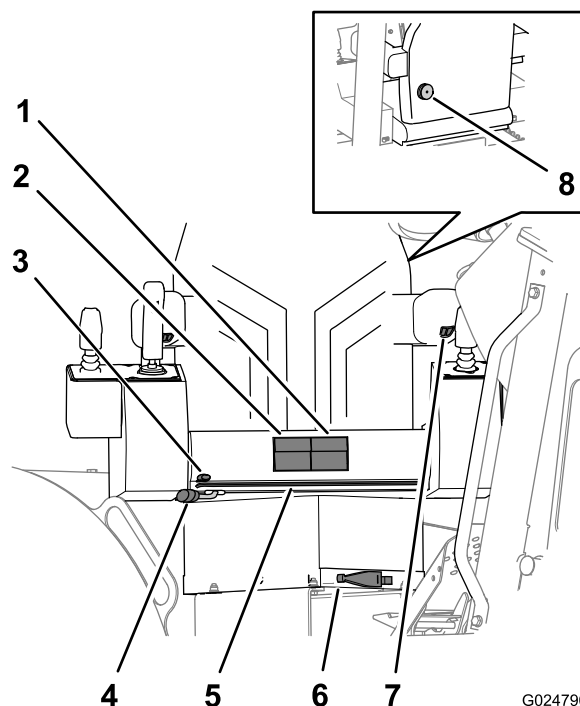

Figure 17
- **Boutons de réglage de hauteur du siège** – pour monter ou descendre l'assise du siège (Figure 17).
- **Boutons de coulissement du siège** – pour faire coulisser l'assise du siège en avant ou en arrière (Figure 17).
- **Levier de coulissement du cadre du siège** – Utilisez ce levier pour avancer ou reculer le siège et son cadre (Figure 17).
- **Levier de réglage d'assise du siège** – Utilisez ce levier pour avancer ou reculer l'assise du siège sur le cadre du siège (Figure 17).
Le siège pivote à 360° et se verrouille en position par palier de 10° (Figure 17).
- **Compensateur de poids du siège** – Tournez ce levier pour permettre au compensateur de poids de régler la tension de soutien en fonction du poids de l'utilisateur (Figure 17).
Tournez la commande pour élever ou abaisser l'accoudoir (Figure 17).
Tournez le bouton situé derrière le dossier pour régler le support lombaire à la position la plus confortable (Figure 17).